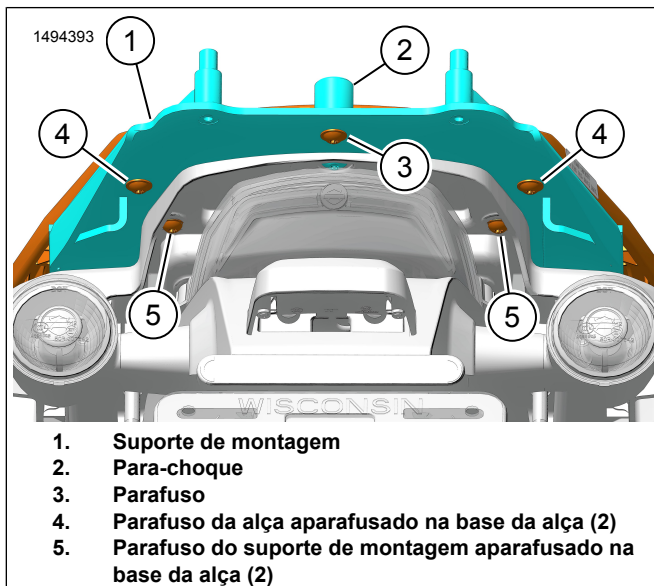
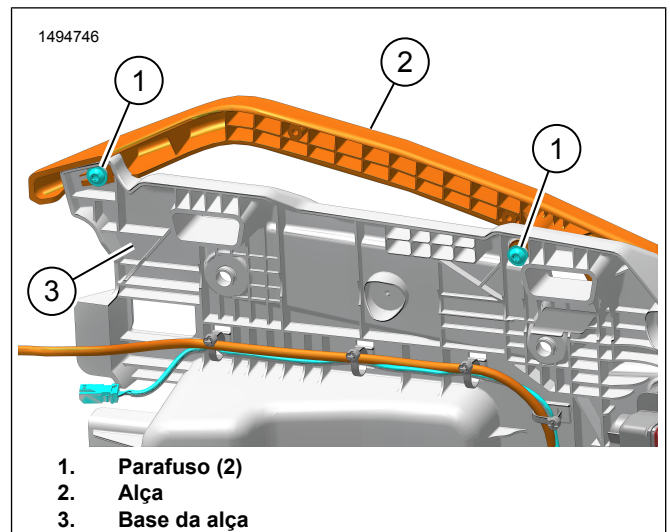

Figura 9. Parafusos de montagem traseiros
Figura 10. Alça
- b. Veja a figura 9. Instale a base da alça nos parafusos do suporte de montagem (5). Aperte.
- 8. Veja a figura 10. Instale a alça (2).
- a. Instale os parafusos (1) em ambos os lados sem apertar.
- b. Veja a figura 9. Instale a base da alça nos parafusos da alça (4).